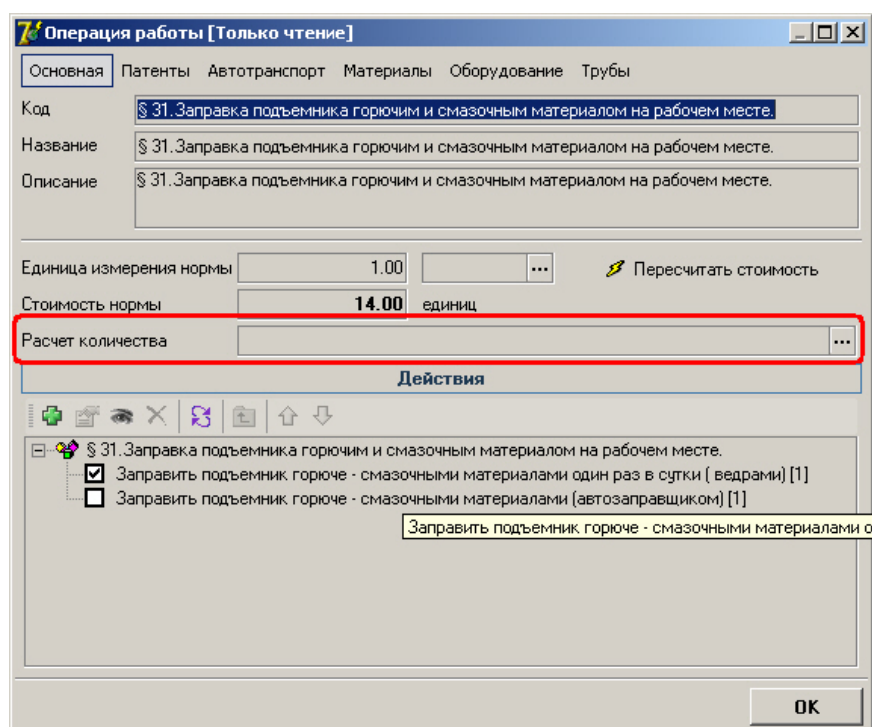

Рисунок 1.32.
**Примечание:** Вы можете посмотреть справочные данные по операции, установив курсор на операцию и нажав кнопку . (рис.1.32)
Параметры операции могут быть изменены **автоматически**, если для операции в справочнике технологических операций в поле «Расчет количества» указан метод расчета (рис.1.32).